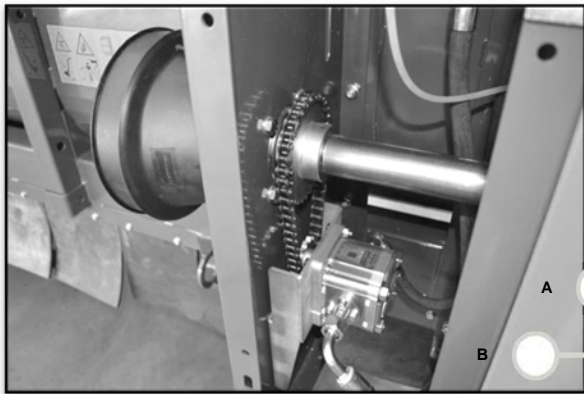
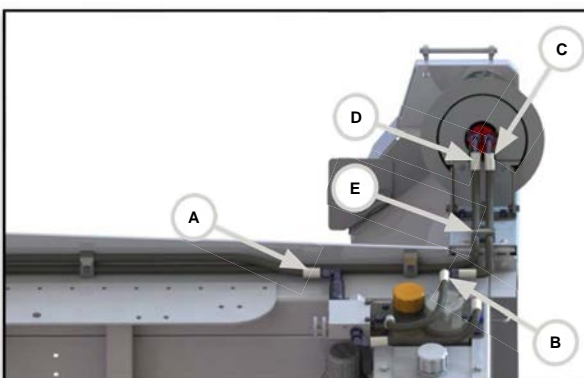

Abb. 117
Abb. 119
- Nach dem Verlegen die mittlere der drei vorhandenen Flachkopfschrauben in der Seitenhaube (E) entfernen und Schlauchschelle montieren (siehe Abb. 119 und Abb. 117)
- nach dem Verlegen die mittlere der drei vorhandenen Flachkopfschrauben in der Seitenhaube (E) entfernen und Schlauchschelle montieren. (siehe Abb. 119 und Abb. 117)